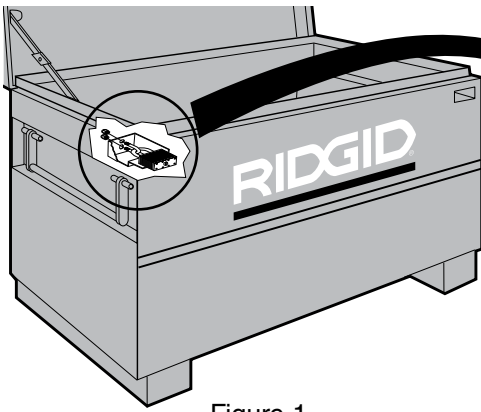

Figure 1
2. Faites glisser le cadenas dans son logement sur l'avant du coffre (figure 1).